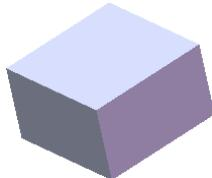
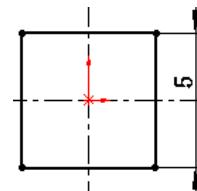

图 13.4.9 凸台一拉伸 1
图 13.4.10 横断面草图
Step2. 创建图 13.4.9 所示的零件基础特征——凸台一拉伸 1。
(1) 选择命令。选择下拉菜单**插入(I)** \rightarrow **凸台/基体(B)** \rightarrow **拉伸(E)...** 命令(或单击“特征(F)”工具栏中的 拉伸 按钮)。
(2) 定义特征的横断面草图。选取前视基准面作为草图基准面，绘制图 13.4.10 所示的